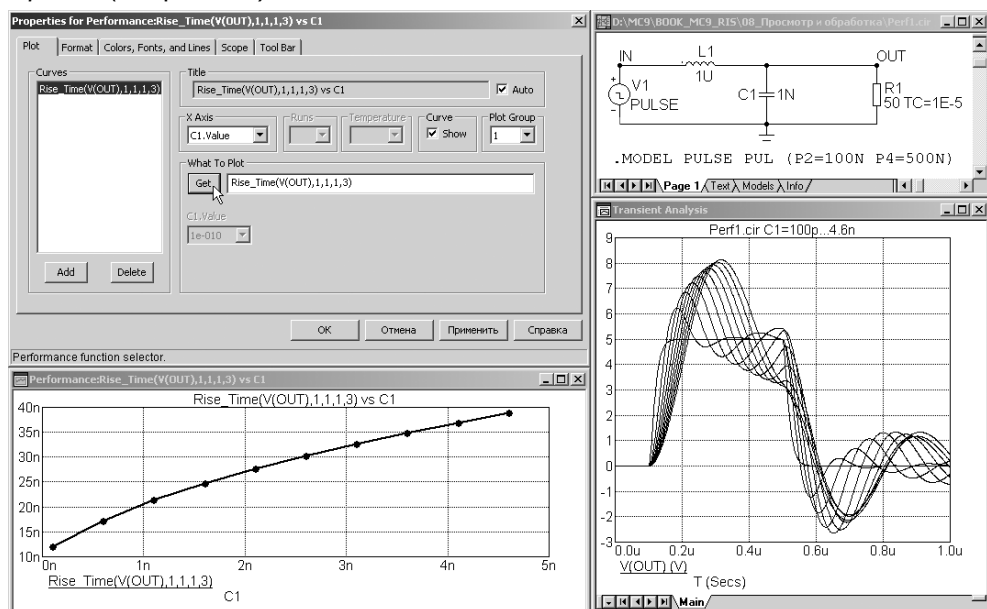

Рис. 8.6 – Задание функций Performance в окне Performance Window
Построение графиков функций *Performance* возможно только после проведения многовариантного анализа (***Stepping*** или ***Monte Carlo***). Для многовариантного анализа ***Stepping*** можно построить двумерные (рис. 8.6 и схемный файл *Perf1.cir*) и трехмерные графики функций *Performance* (схемный файл *Perf1_02.cir*) в зависимости от количества вложений варьируемых параметров.
Предположим, что анализ переходных процессов в колебательном контуре (рис. 8.6) проводился при изменении емкости конденсатора *C1* от 100пФ до 4600пФ с шагом 500пФ. Многовариантный анализ организован с помощью соответствующих установок окна *Stepping*.
1. Для построения графиков может быть использована команда меню соответствующего анализа ***Add Performance Window***, а затем в разделе ***Plot*** окна ***Properties (F10)*** из списка, вызываемого нажатием кнопки *GET*, выбирается необходимая функция (рис. 8.6). В рассматриваемом примере строится зависимость времени переднего фронта (*Rise_Time*) от емкости *C1*.
Допустим в рассматриваемом схемном примере (рис. 8.6) ставится задача измерения переднего фронта импульса (времени нарастания от 0.1 до 0.9 установившегося значения). Таким образом, необходимо измерить время нарастания напряжения $V(out)$ от 0.5 В до 4.5 В. Сначала выбирается режим
В режиме *Cursor Mode* курсоры графиков помещаются последовательно в две выбранные точки и вычисляется разность координат *X* для этих точек. Функции *Rise_Time* и *Fall_Time* можно использовать для измерения времени нарастания и спада импульсных сигналов (см. рис. 8.6, 8.7).